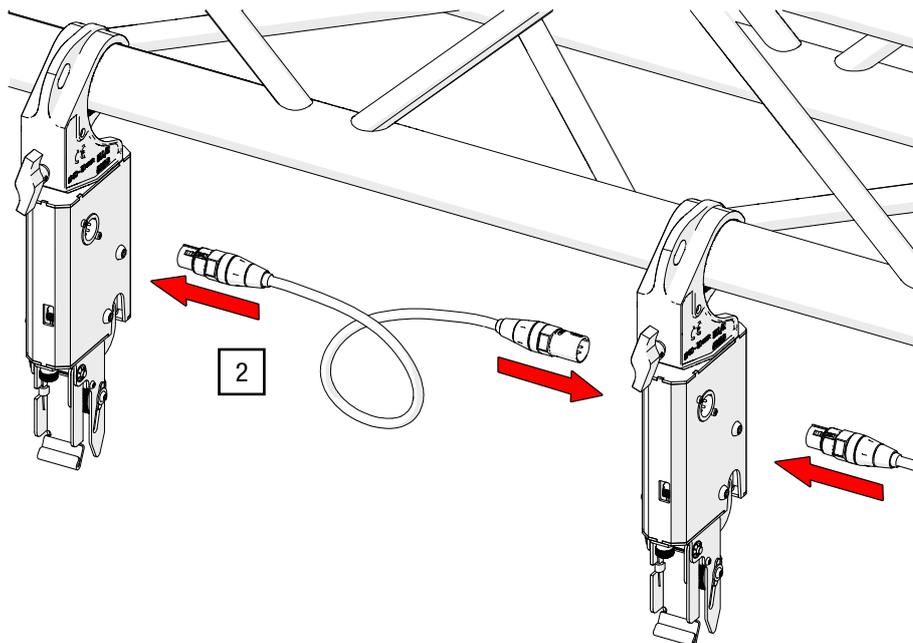

Abb. 28: Auslöseeinheiten mit KABUKI XLR-Kabel verbinden
2. Verbinden Sie die gewünschte Anzahl an Auslöseeinheiten mit den KABUKI XLR-Kabeln zu einem Strang (siehe Abb. 28).